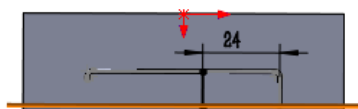
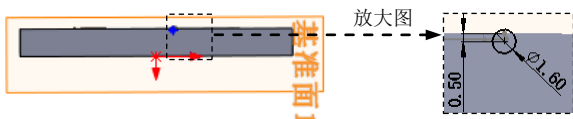

图 13.2.10 草图 3
图 13.2.11 草图 4
Step7. 创建图 13.2.10 所示的草图 4。
(1) 选择下拉菜单  **插入(I)**  **草图绘制** 命令。
(3) 绘制草图。在草图环境中绘制图 13.2.10 所示的草图 3。
③ 选择下拉菜单  **插入(I)**  **退出草图** 命令, 退出草图设计环境。
Step8. 创建图 13.2.11 所示的草图 4。
(2) 定义草图基准面。选取基准面 1 作为草图基准面。
(3) 绘制草图。在草图环境中绘制图 13.2.11 所示的草图 4。